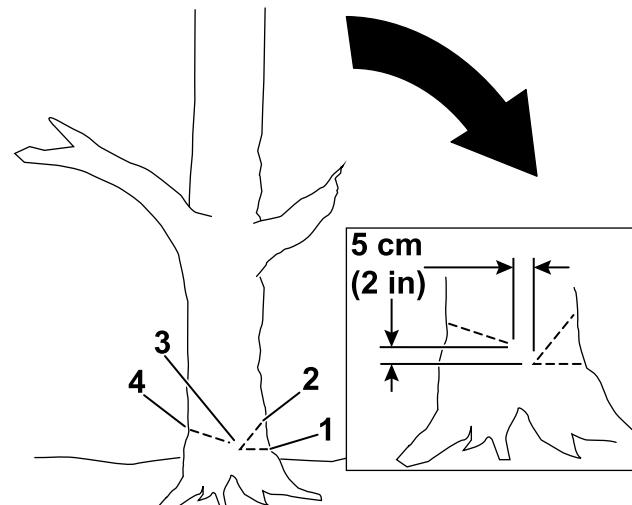

Figura 18
4. Haga el primer corte de un tercio del diámetro del árbol en el lado hacia donde desea que caiga el árbol (Figura 18).
5. Haga un segundo corte para formar una cuña, empezando el corte al menos 5 cm (2") por encima del primer corte (Figura 18).
6. Haga el corte de tala desde el lado opuesto a la cuña y unos 5 cm (2") por encima de la parte inferior de la cuña, como se muestra en la Figura 18.
Importante: Detenga el tercer corte a 2.5 cm – 5 cm (1" a 2") de la cuña para formar una bisagra entre los cortes (Figura 18), que evitara que el árbol caiga en la dirección incorrecta o que gire al caer.
Nota: A medida que el corte de tala se acerque a la bisagra (Figura 18), el árbol debe empezar a caer.